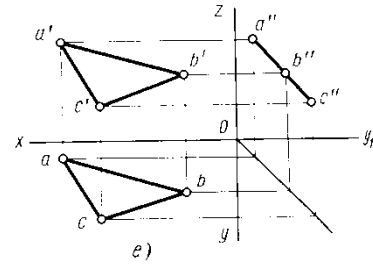

Рисунок 10
- 3) $P \perp W$ – профильно-проецирующая плоскость (Рисунок 10)